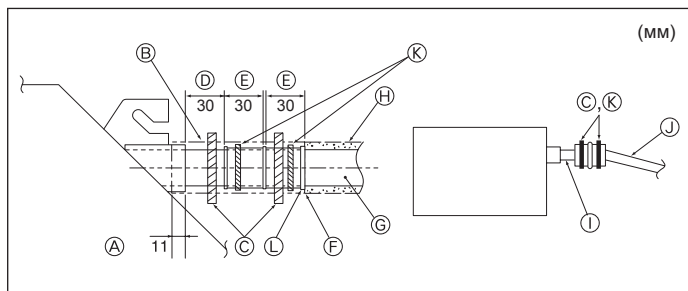

Fig. 3-5
- Подсоедините соединительную муфту для дренажа (входит в комплект поставки прибора) к дренажному порту. (Fig. 3-5)